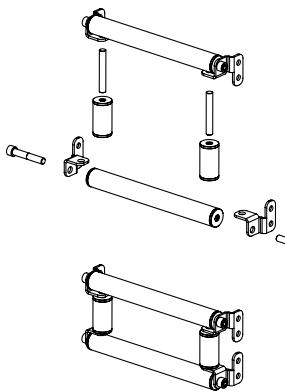
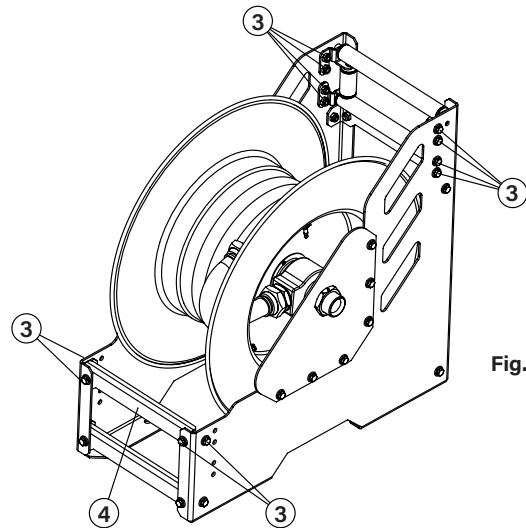

Fig. 3
Fig. 4
5. Ensamble entre sí los componentes de la salida de manguera desmontados previamente según (Fig. 3), y llevelos a su nueva posición según, apretando los tornillos (3) (Fig. 4).
6. Finalmente ensamble el travesaño (4) (Fig. 4) en la posición indicada.